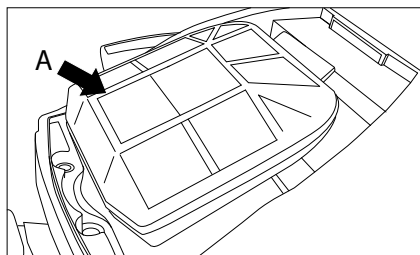

Рис. 24
1. Снимите крышку воздушного фильтра, извлеките воздушный фильтр (A) (рис. 24).